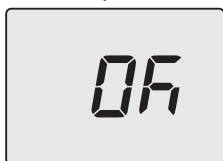

Figura 5.42
- Premendo il tasto 13 (Figura 5.35) si ottiene la conferma del valore inserito. Il display visualizzerà per 5 sec. quanto segue (Figura 5.42) poi, si porterà al livello superiore.